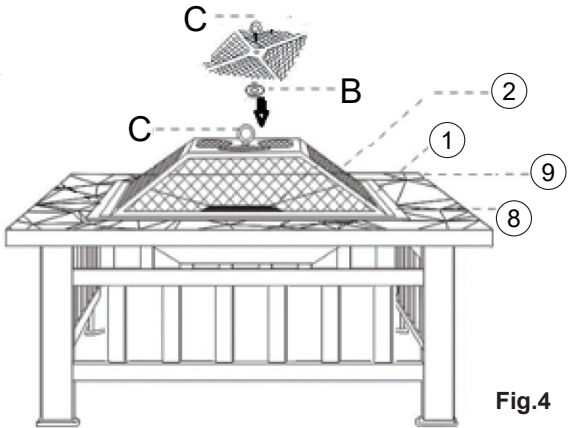

Fig.4
Placez le bol à feu (8) au centre du cadre supérieur (7) et placez la grille en fer (2) et la grille de barbecue (9) dans le bol à feu (8). Montez l'anneau du couvercle (C) sur le couvercle en maille (1) par l'écrou (B), puis placez le couvercle en maille assemblé sur le foyer (8) (voir Fig. 4)